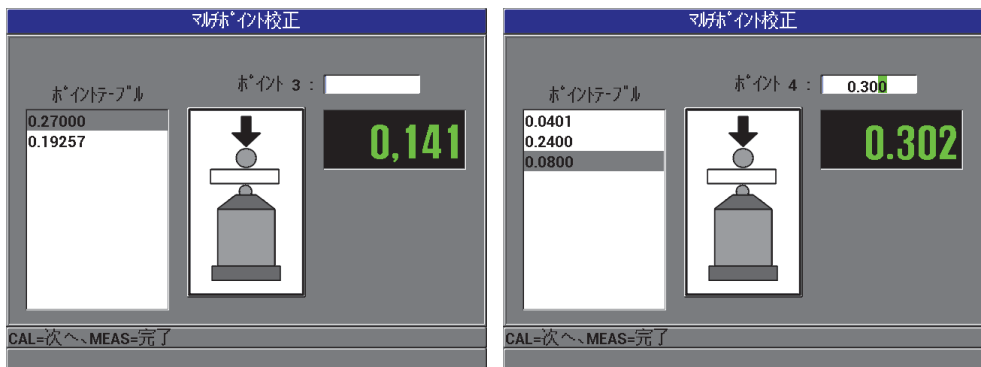

図 4-10 マルチポイント校正画面
8. 画面表示の左側に最大 8 ポイントまでの校正ポイントが表示されます（77 ページ図 4-10 参照）。ここで、次の操作を行います。